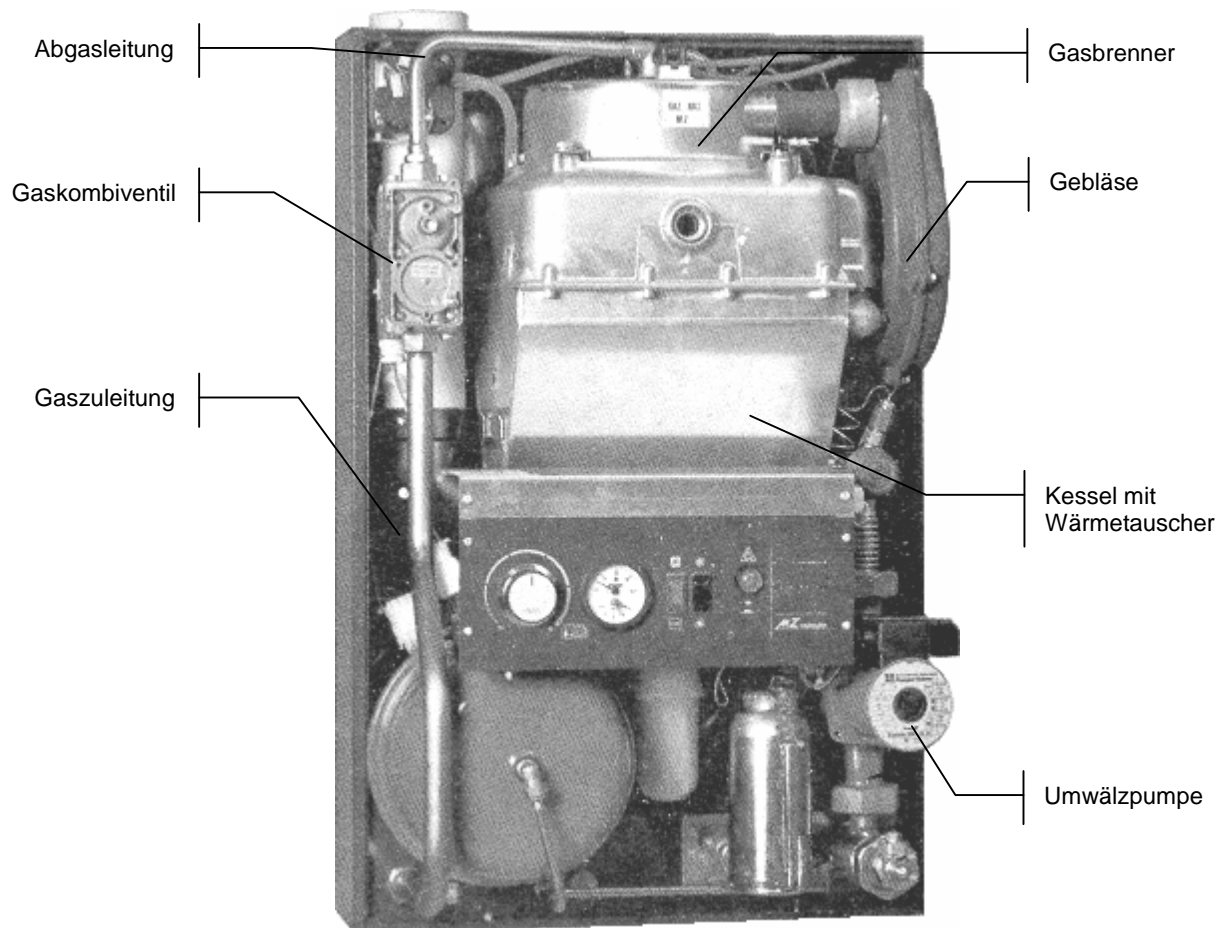

Abbildung 1: Gasbrennwertkessel GB 220(S)E der Fa. Paradigma
Verwendet wird ein Gasbrennwertkessel GB220 (S) E der Firma Paradigma, dessen Nennwärmeleistung von 19,6 auf 11 kW gedrosselt ist. Betrieben wird der Brenner mit Erdgas H, welches von der Stadtwerke Mannheim AG geliefert wird. Als Verbrennungsluft wird die Umgebungsluft des Umweltmeßtechniklabors verwendet. Zur Abführung der Verbrennungswärme wird Leitungswasser benutzt. In Abbildung 1 ist der verwendete Gasbrennwertkessel mit seinen wichtigsten Funktionselementen dargestellt: